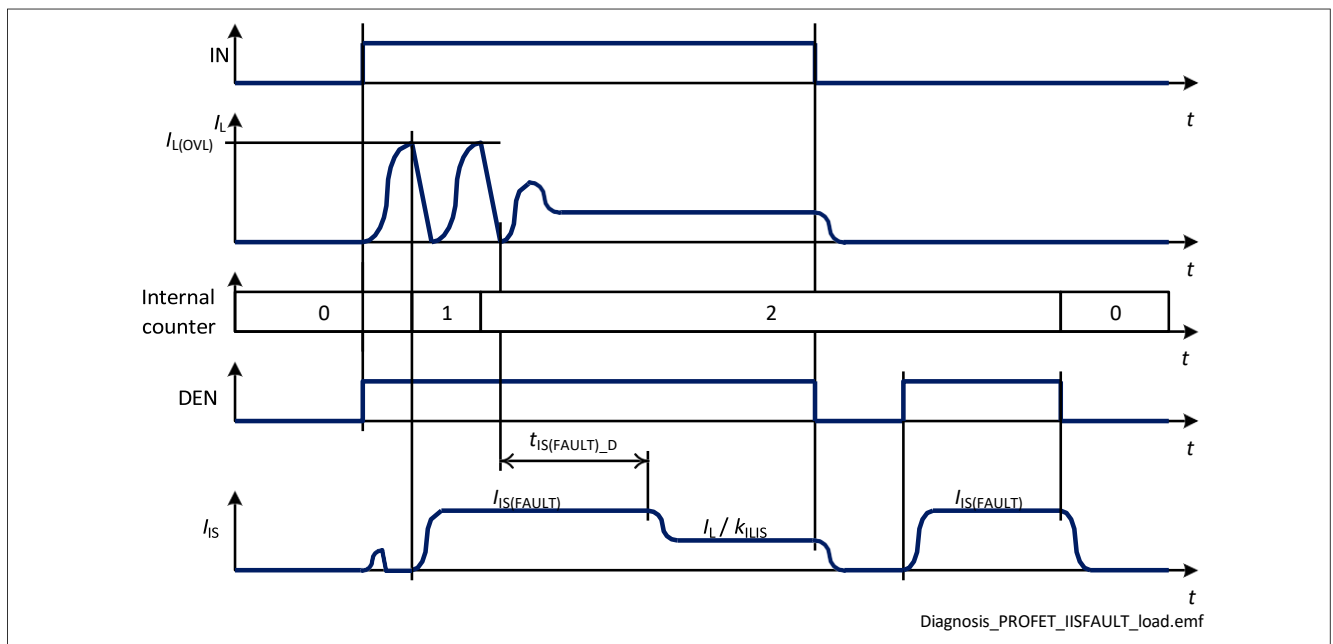

Figure 35 $I_{IS(FAULT)}$ at Load Switching
- 如果通道处于开启状态且重试次数小于“ $n_{RETRY(CR)} + n_{RETRY(CYC)} * n_{RETRY(NT)}$ ”，则在通道重启后，提供持续时间为 $t_{IS(FAULT_D)}$ 的电流 $I_{IS(FAULT)}$ ，之后 $I_{IS} = I_L / k_{ILIS}$ （如 图 35 所示）。在重试周期内（定时器 t_{RETRY} 运行时），每次检查通道诊断时都会提供电流 $I_{IS(FAULT)}$ 。